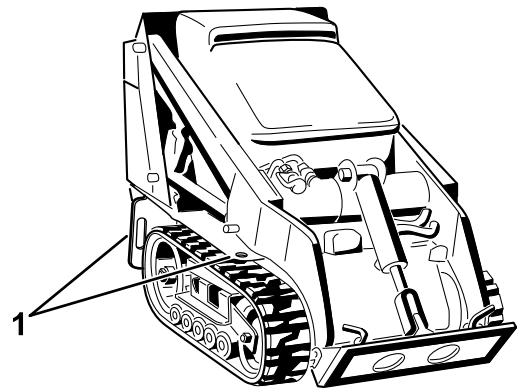

Figura 21
8. Utilizai buclele metalice de legare de pe maină pentru a fixa ferm maina pe remorcă sau camion cu curele, lanuri, cablu sau frânghii (Figura 21). Consultai prevederile locale referitoare la fixare.
Putei ridica maina folosind inelele de prindere/ridicare ca puncte de ridicare; consultai Figura 21.